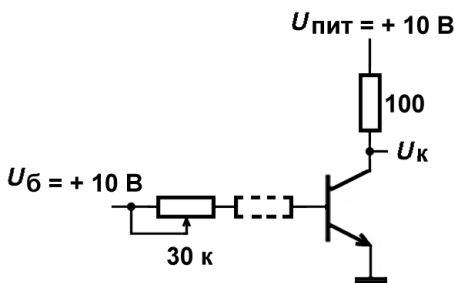
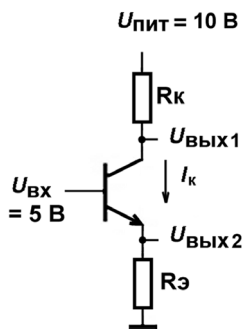

Рис. 3.5. Схема включения биполярного транзистора по схеме с общим эмиттером в усилительном режиме
Рис. 3.7. Стандартный усилительный каскад на биполярном транзисторе
Поэкспериментировать с усилительным режимом транзистора и заодно научиться измерять $h_{21э}$ можно по схеме, приведенной на рис. 3.5. Переменный резистор должен иметь достаточно большое сопротивление, чтобы при выведенном в крайнее правое положение движке ток базы заведомо удовлетворял соотношению $I_б \cdot h_{21э} \ll I_к$ (ток коллектора в данном случае определяется нагрузкой). Если для транзистора (по справочнику) $h_{21э}$ составляет величину в среднем 50, а в коллекторе нагрузка 100 Ом, то переменный резистор разумно выбрать номиналом примерно 20—30 кОм и более. Выведя движок в крайнее правое по схеме положение, мы задаем минимально возможный ток базы. В этом положении следует включить питание и убедиться с помощью осциллографа или мультиметра, что транзистор близок к отсечке — напряжение на коллекторе $U_к$ будет почти равно напряжению питания (но не совсем — мы уже говорили, что для полной отсечки нужно соединить выводы базы и эмиттера между собой). Осторожно перемещая движок переменника, мы увидим, как напряжение на коллекторе будет падать (а на нагрузке, соответственно, расти). Когда напряжение на коллекторе станет почти равным нулю (т. е. транзистор перейдет в состояние насыщения), эксперимент следует прекратить, иначе можно выжечь диод «база-эмиттер» слишком большим прямым током (для предотвращения этой ситуации нужно последовательно с переменным поставить постоянный резистор небольшого номинала — на рис. 3.5 показан пунктиром).
форму (с точностью до наоборот, т. е. инвертируя сигнал, как мы говорили ранее), но усиленную по напряжению и току. Это и есть усилительный режим транзистора. В какой степени входной сигнал может быть усилен? Все определяется знакомым нам коэффициентом $h_{21э}$. Его величину для данного экземпляра транзистора можно определить так: пусть при напряжении на коллекторе, равном половине напряжения источника питания (т. е. 5 В как на рис. 3.5), сопротивление базового резистора составляет 10 кОм. Ток коллектора (при коллекторной нагрузке 100 Ом) составит 50 мА. Ток базы составит $(10 - 0,6) \text{ В} / 10 \text{ кОм}$, т. е. примерно 1 мА. Тогда их отношение и будет равно $h_{21э}$, в данном случае 50.
В приведенном виде (см. рис. 3.5) схема по усилению исключительно плоха. В самом деле, все зависит от величины коэффициента $h_{21э}$, а он, во-первых, «гуляет» от транзистора к транзистору, во-вторых, очень сильно зависит от температуры (при повышении температуры повышается). Чтобы понять, как правильно построить усилительный транзисторный каскад со стабильными параметрами, нужно ознакомиться еще с одной схемой включения транзистора — схемой с *общим коллектором*.
Действительно, «правильный» усилительный каскад на транзисторе есть комбинация той и другой схемы, этот вариант показан на рис. 3.7. Для конкретности предположим, что $U_{пит} = 10$ В, $U_{вх} = 5$ В. Как правильно рассчитать сопротивления R_k и $R_э$? Заметим, что схема обладает двумя выходами, из которых нас больше интересует выход 1 (выход усилителя напряжения, соответствующий выходу в схеме с общим эмиттером по рис. 3.5).
- усиление по напряжению (для дифференциального сигнала) составляет 100 и более раз. Если вы хотите получить точно определенный коэффициент усиления, в каждый из эмиттеров нужно ввести по одинаковому резистору — тогда $K_{ус}$ будет определяться, как для каскада на рис. 3.7. Но обычно в таком режиме дифференциальный усилитель не используют. Основная область их применения — в системах с обратной связью, которая и задает необходимый коэффициент усиления (см. главу 6);